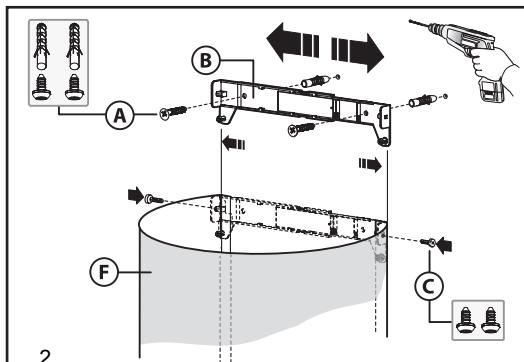

Fig.4
- Justér bredden på beslaget til den øverste afskærming (Fig.4). Fastgør den herefter til væggen, så den er på linje med emhætten, ved hjælp af skruerne **A** (Fig.4), og vær opmærksom på afstanden til loftet, som angivet i (Fig.2B). Tils slut slangen (følger ikke med) til flangen **D** (Fig.1B).
- Træk den øverste del af emhætten **F** op til beslaget, og fastgør den ved hjælp af skruerne **C** (Fig.4).